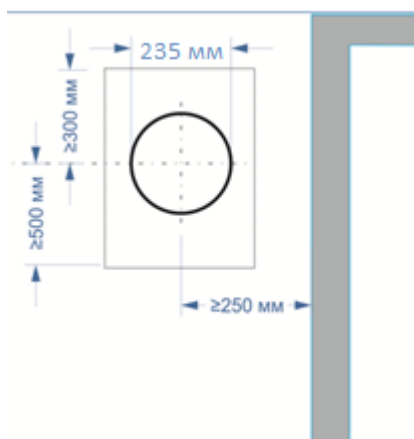

Рис.1
- Центр отверстия должен находится на расстоянии не менее 270 мм от края окна (рис. 1)